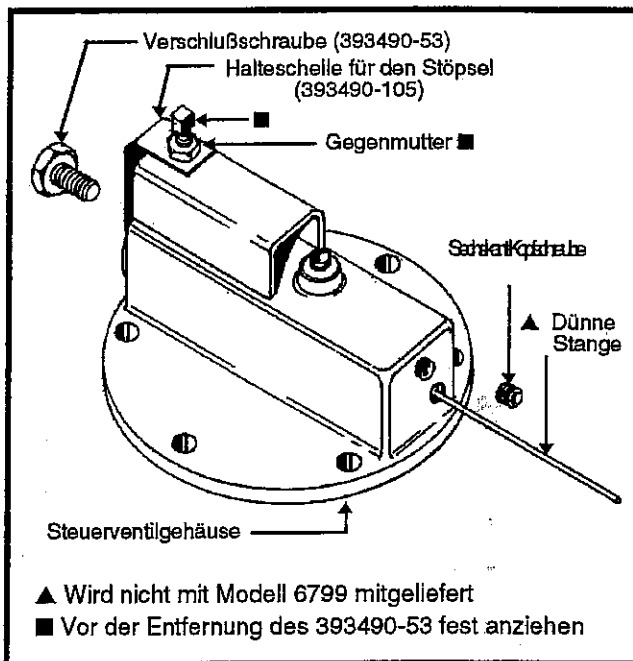
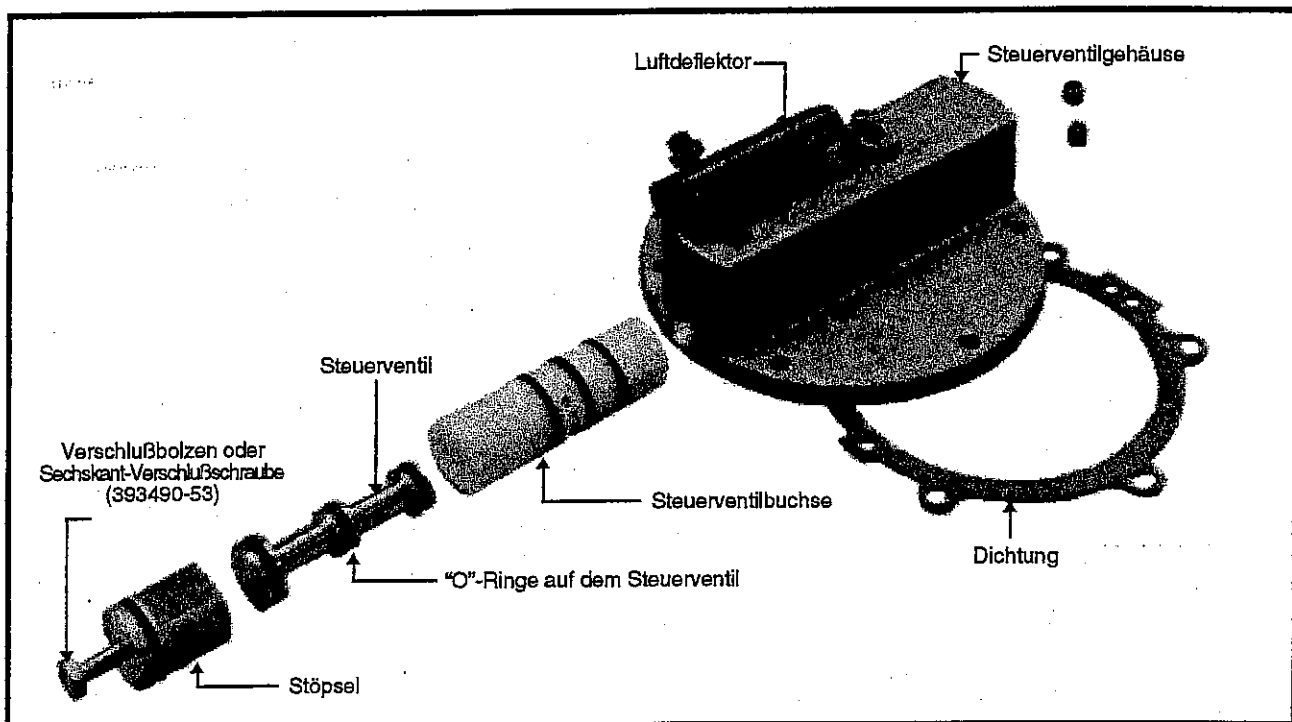

Abbildung 10: Festgeklemmtes Steuerventil
Abbildung 11: Steuerventil und verbundene Teile
3. Trennen Sie zuerst die Luftzufuhr, und entfernen Sie dann die Sechskant-Kopfschraube am Ende des Luftventilgehäuses (Abbildung 10) sowie die Schraube 393490-2 im Stöpsel 393490-52 (Abbildung 4). Drücken Sie das Steuerventil 393490-11 (Abbildungen 4, 10 oder 11) mit dünnen Stangen hin und zurück, um ein festgeklemmtes oder schwergängiges Steuerventil freizugeben. Ersetzen Sie beide Schrauben an beiden Enden des Steuerventilgehäuses, und überprüfen Sie den Betrieb.
4. Entfernen Sie das Steuerventil (Abbildung 11), falls die Pumpe nicht läuft und ein Luftaustritt vom Luftauslaß hörbar ist (Abbildung 2). Trennen Sie die Luftversorgung.
Lösen Sie die Mutter und die Stellschraube, und entfernen Sie den Deflektor des Luftauslasses von der Oberseite der Pumpe (Abbildung 10).
- Entfernen Sie den Stöpsel 393490-55 (Abbildungen 4 und 10). Verwenden Sie den mitgelieferten Bolzen, und ziehen Sie den Bolzen, um den Stöpsel zu entfernen (Abbildung 11).
- Das Steuerventil (Abbildung 11) kann entfernt werden, indem eine lange, dünne Stange durch das Schraubenloch geführt wird (Abbildung 10).